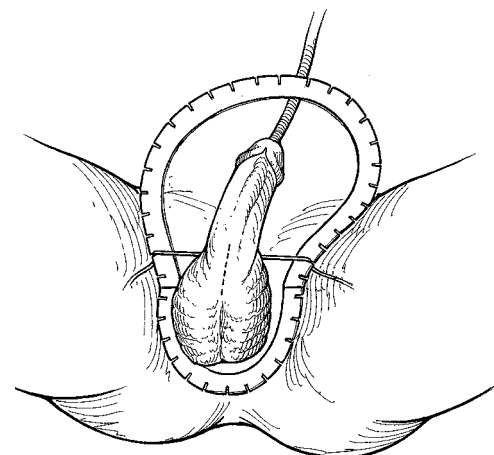

Figure 4-2. Méthode pénoscrotale : Identification du site de l'incision
- Lors de l'utilisation du rétracteur SKW, disposez le rétracteur à anneaux sur le patient, le grand anneau vers la tête du patient (direction céphalique) et l'anneau le plus petit vers les pieds du patient (direction caudale). (**Figure 4-2**).
- Tout en continuant l'incision sur le pénis, disposez les crochets à 1, 5, 7, 11, 3 et 9 heures (**figure 4-2**).